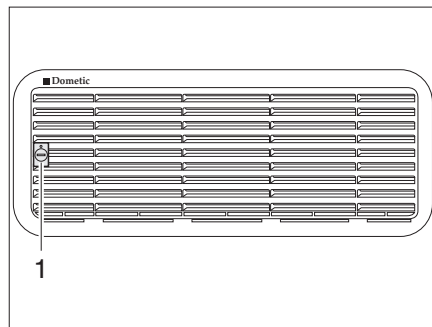
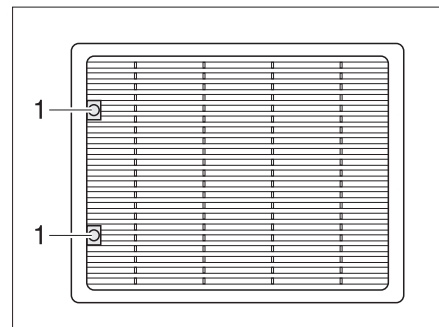

Bild 330 Kühlschrank-Lüftungsgitter (Dometic klein)
Bild 331 Kühlschrank-Lüftungsgitter (Dometic groß)
- Schraube (Bild 330,1 bzw. Bild 331,1) mit Hilfe einer Münze eine viertel Umdrehung drehen.